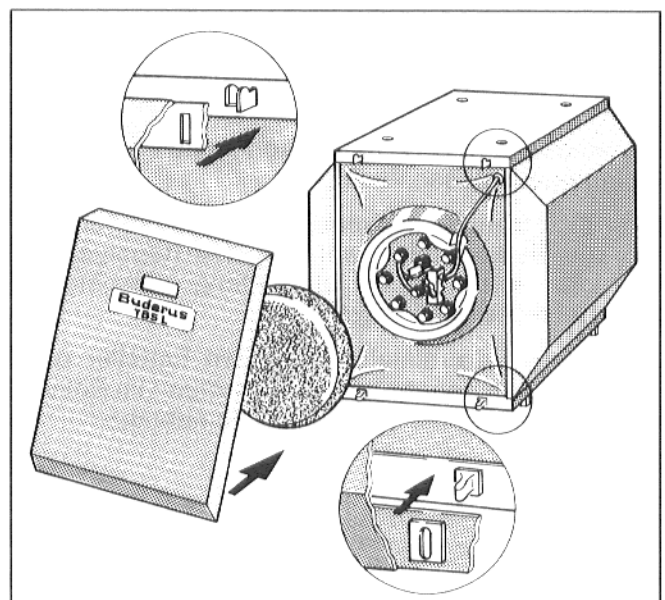

Abb. 9
- Wärmeschutzscheibe vor Handlochdeckel einlegen (Abb. 9).
- Speichervorderwand mit den beiden Schlitz oben in die Haken am Speicherkörper einhängen (Abb. 9).
- Speichervorderwand unten mit den Buchsen in die Stifte am Speicherkörper eindrücken (Abb. 9).